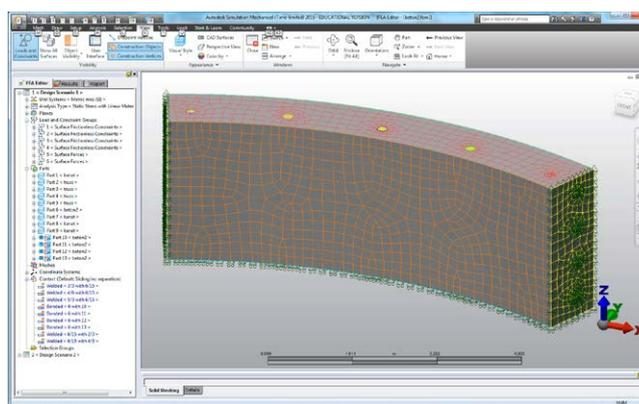

Рис. 12. Граничные условия (закрепления)
14. Для моделирования симметричных граничных условий будет использовано закрепление типа Frictionless (рис. 12) по трем сторонам (две боковины и низ). Для боковин, таким образом, моделируется поведение, аналогичное наличию плоскости симметрии. Для нижней стороны необходимо дополнительное исследование относительно корректности типа закрепления, в виду того, что нижняя часть должна иметь возможность совершать плоско-параллельное движение (в полной конструкции).